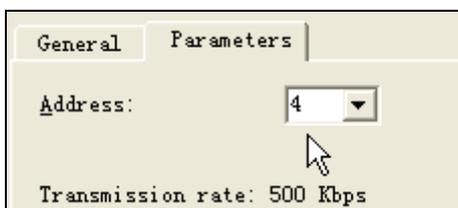

图 3-13 设置 20-COMM-P 网络地址
(2) 此时会弹出 20-COMM-P 的 PROFIBUS 设置对话框。由于之前我们将变频器的地址设置为 “4”，所以在 “Address” 处添写 “4”，如图 3-13 所示。